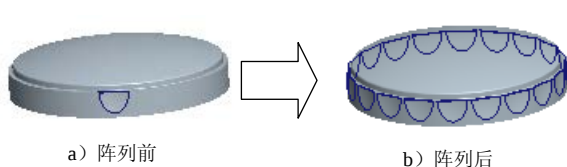
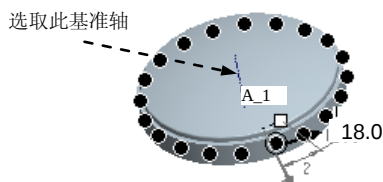

图 6.9.7 阵列 1
图 6.9.8 操作过程
(1) 按住 **Ctrl** 键, 在模型树中选取创建的剪切 1 和倒圆角 3。
(2) 选择下拉菜单 **编辑(E)** → **组** 命令, 此时剪切 1 和倒圆角 3 合并为 **组 LOCAL_GROUP**, 完成组的创建。
Step5. 创建图 6.9.7 所示的“轴”阵列特征——阵列 1。
(1) 在模型树中, 选中“组 LOCAL_GROUP”特征后右击, 在系统弹出的快捷菜单中选择 **阵列...** 命令。
(2) 在操控板中选择 **轴** 选项, 在模型中选择基准轴 A_1; 在操控板中输入阵列的个数 20 和角度增量值 18.0, 并按回车键, 操作过程如图 6.9.8 所示。
(3) 单击操控板中的 **✓** 按钮, 完成特征的创建。